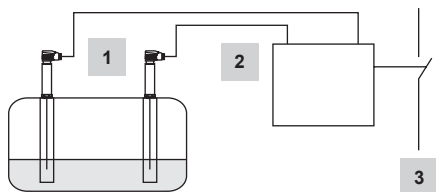

Fig. 6
- Fig. 6** Association de 1 sonde de niveau LP40 et de 1 limiteur de niveau LCS3050 en qualité de limiteur de niveau d'eau. Sécurité fonctionnelle IEC 61508, SIL 3. Les installations d'eau chaude nécessitent deux limiteurs de niveau d'eau indépendants et séparés. À cet effet, une association d'équipements LP40/LCS3050 doit être installée dans la chaudière à eau chaude et la seconde association dans le récipient sous pression, le réservoir d'expansion ou similaire (selon le type de pressurisation). Pour les chaudières à vapeur chauffées électriquement, un limiteur de niveau d'eau suffit. Pour répondre à la demande de l'opérateur d'une plus grande disponibilité de l'installation de chaudière à vapeur, deux (ou trois) associations d'équipements indépendants LP40/LCS3050 peuvent être installées sur la chaudière à vapeur.